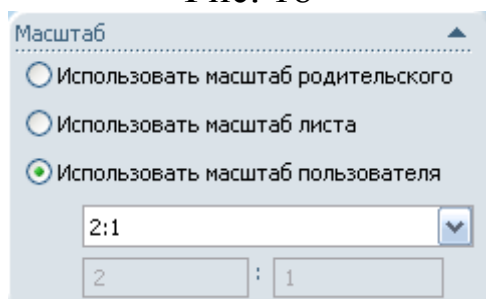

Рис. 20
- В разделе **Масштаб** установите значение масштаба **2:1** (рис. 20);